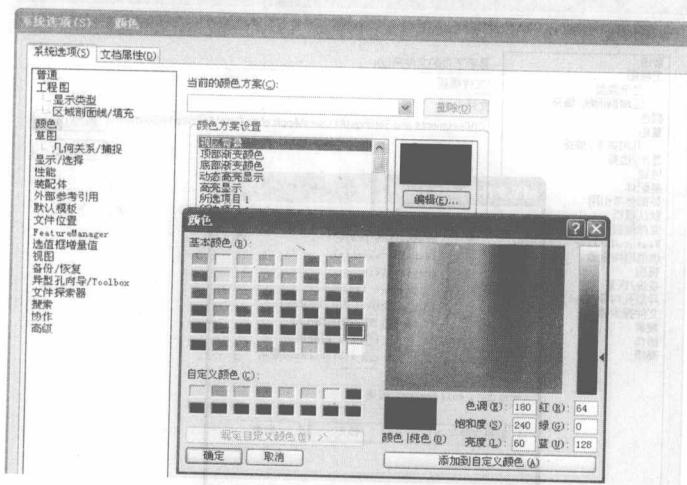

图 1-15 “系统选项”对话框
(1) 选择菜单“工具”|“选项”命令,弹出“系统选项”对话框,切换到“系统选项”选项卡,选择“颜色”选项,在“颜色方案设置”列表框中选择“视区背景”选项,如图 1-15 所示,